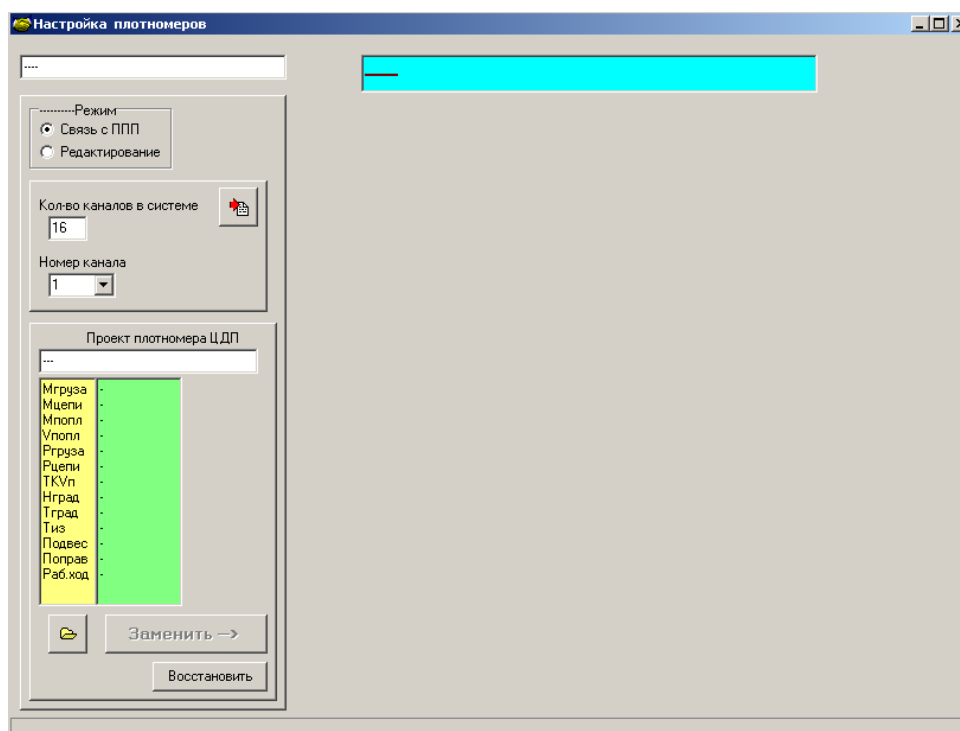

Рисунок 6.4
6.1.3 Ввести системный пароль (начальный пароль по умолчанию «11907»). В результате в левом нижнем углу формы появится дополнительная панель «Проект плотномера ЦДП» (рисунок 6.4).